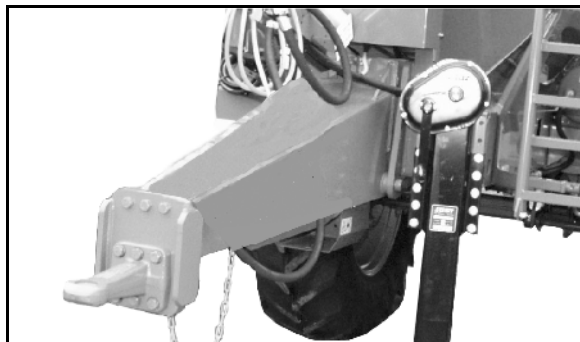

Fig. 25
- proțap de tracțiune drept (Fig. 25),